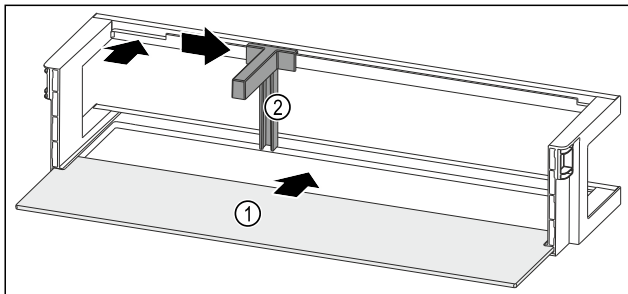

Fig. 129 Balconcino controporta con ripiano
- Inserire il ripiano Fig. 129 (1) negli incavi laterali.
- Inserire il portabottiglie Fig. 129 (2) nell'incavo.
- Far scorrere il portabottiglie Fig. 129 (2) lateralmente alla posizione desiderata.